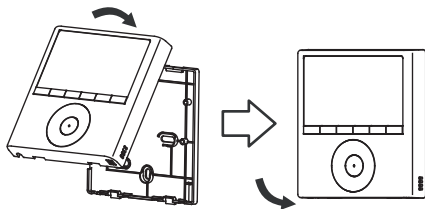

Fig. 3-9
- Lors de l'ajustement et du montage du boîtier supérieur, veiller à ne pas coincer le câblage pendant l'installation. (Fig. 3-9)